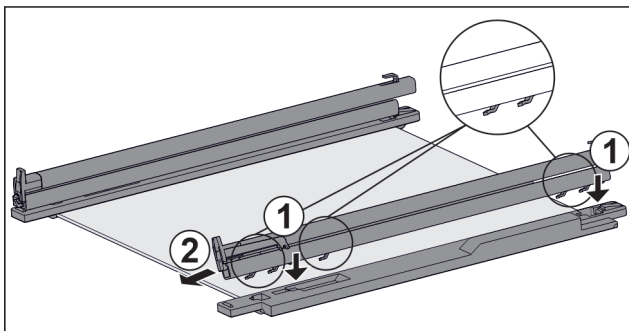

Fig. 110 Skleněná deska s kolejničkami a přídržnými díly
- ▶ Nasadte háčky kolejničky na otvory **levého** přídržného dílu. Fig. 110 (1)
- ▶ Vytáhněte kolejničku dopředu. Fig. 110 (2)
- ▶ Nasadte háčky kolejničky na otvory **pravého** přídržného dílu. Fig. 110 (1)